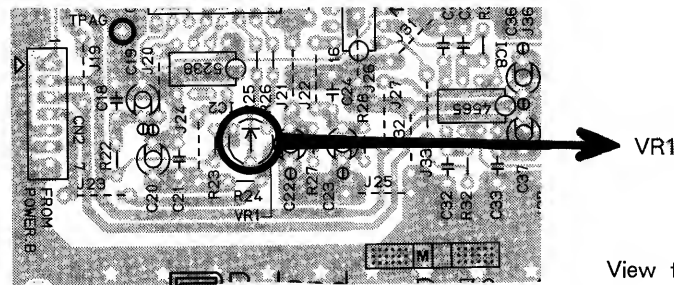

Fig.3
4. At this time, adjust VR1 (on the analog board) to minimize audible distortion. (Figure 3 shows the location of VR1.)
4. この時、聴感上で音の歪が最も小さくなるようにVR1（Analog Board上）を調整して下さい。（VR1の位置は、Fig.3を参照して下さい。）